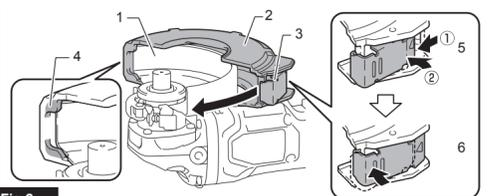

Fig.1
- Abb. 1:** 1. Lagergehäuse der Schleifmaschine 2. Kerben 3. Installationsteil der Schutzhaube 4. Zahne
- Fig.1:** 1. Bearing box of the grinder 2. Notches 3. Installation part of the wheel guard 4. Teeth
- Fig.1:** 1. Boîte de roulement de la meuleuse 2. Encoches 3. Pièce de fixation du carter de meule 4. Dents